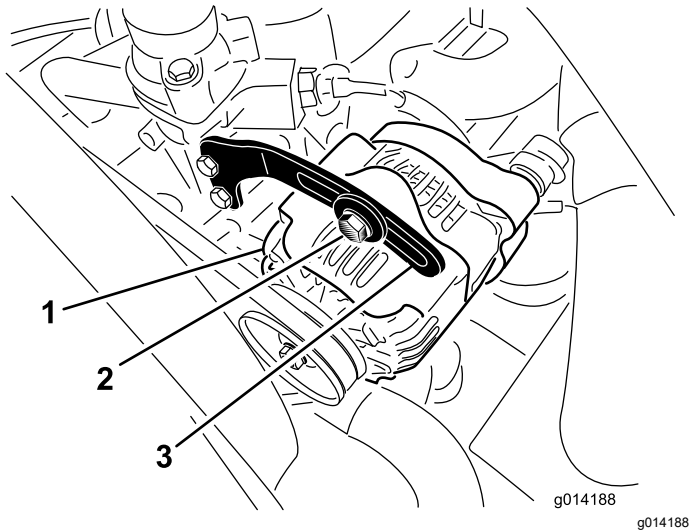

图 48
2. 检查交流发电机皮带张紧力的方法使用 10kg 的力按压交流发电机和曲轴箱皮带轮之间的皮带 图 48 中间位置。
3. 松开将支架固定到交流发电机 图 48 的螺栓和交流发电机枢轴螺栓。